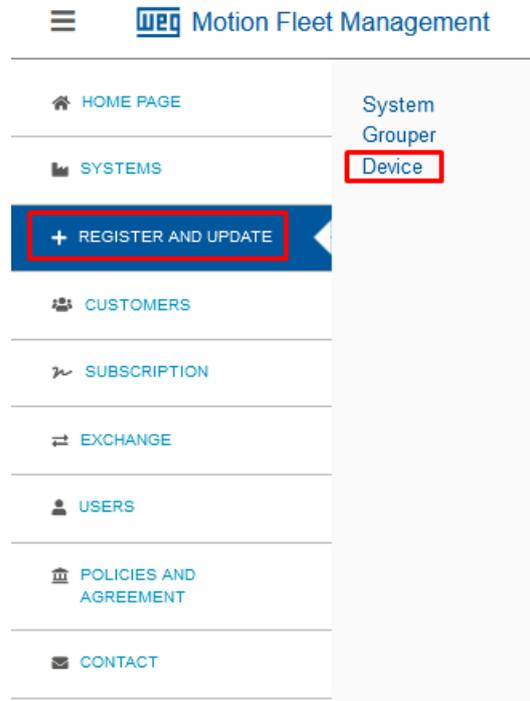

Figura 3.3: Cadastrando um novo dispositivo
- Clique na opção “Dispositivo”, conforme a Figura 3.3.